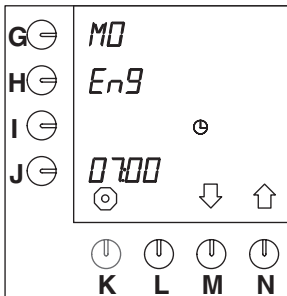

Abb. 30 Einstellen der Sprache
- Nach 10 Sekunden erscheint neben der Programmieraste blinkend die Standardeinstellung "EnG" (Abb. 30).